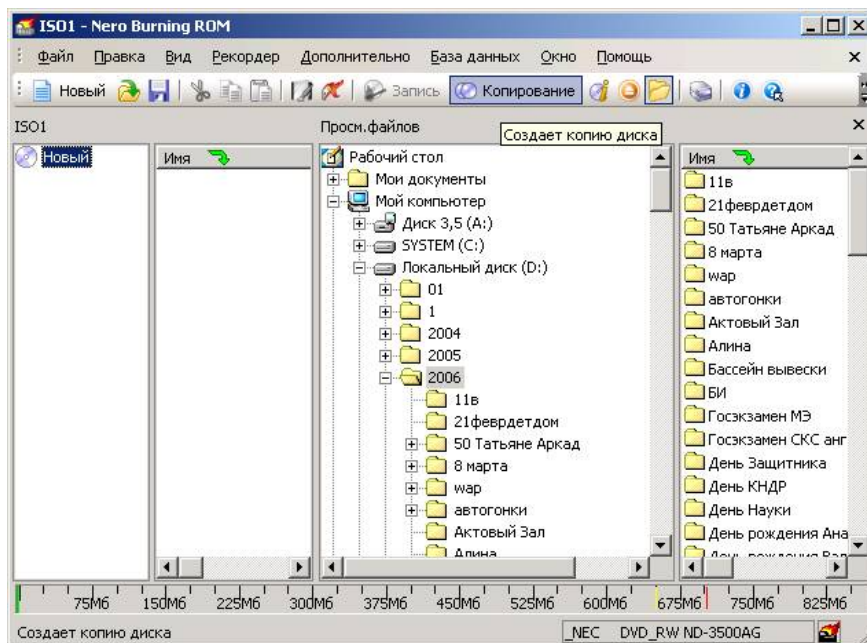

Рис.1.
4. При появлении окна формирования списка записываемых файлов (рис.1.) перенесите мышкой графический файл из папки **Temp** диска **C:** в поле **Имя** (второе поле от левого края окна) и затем щелкните по пиктограмме **Запись**.
8. В окна формирования списка записываемых файлов (рис.1.) щелкните по пиктограмме **Использование NERO Express**